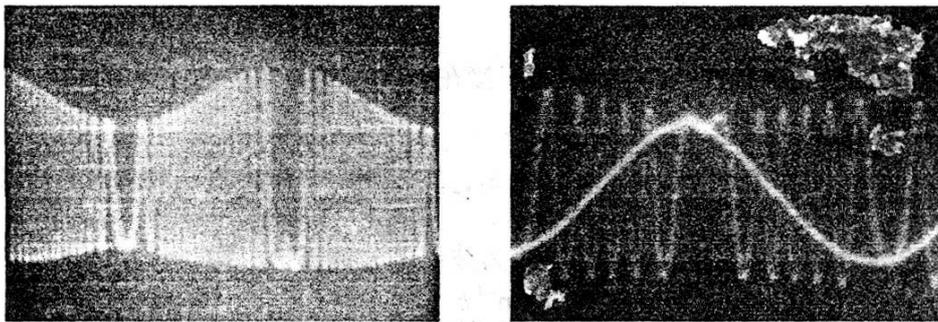

图 7 实验现象参考图
3. 小心装上“静光栅架”，并使其尽可能与动光栅接近，但不可相碰；用一屏放于光电池架处，慢慢转动光栅架，仔细观察、调节，使得两个光束尽可能重合。去掉观察屏，轻轻敲击音叉，调节示波器，配合调节激光器输出功率，这时应该能看到拍频波，如图 7 所示。